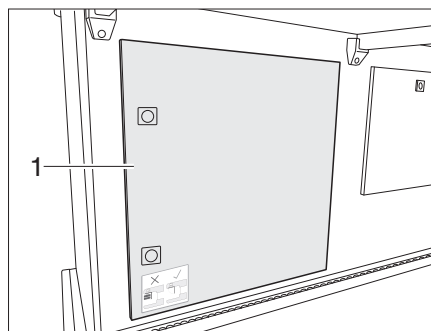

Fig. 65 Sportello di accesso alle bombole del gas
- ▶ Non spostare mai lo sportello di accesso (Fig. 65,1) alle bombole del gas. Attenzione al cartello di avvertimento.